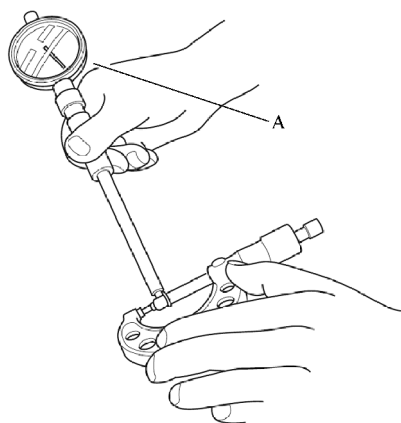

图 13-11 设置仪表
- 4) 将千分表 A 的测杆接触测微器轴并调零，如图 13-11 所示。